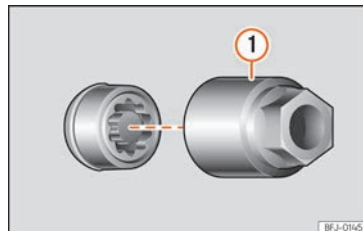

Fig. 43 Tornillo antirrobo de la rueda con capuchón y adaptador.
- Encaje el adaptador especial »» fig. 43 ① (herramienta de a bordo »» pág. 50) en el tornillo antirrobo de la rueda hasta el tope.